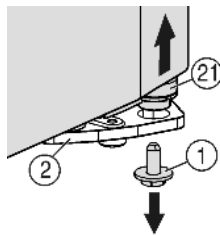
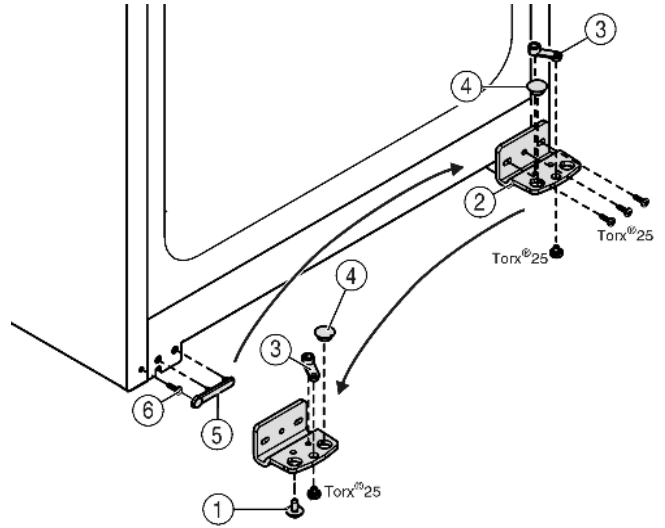

Fig. 5
Fig. 6
- ▶ Jobbra lent a csapágybakon lévő biztosítócsavart ( Fig. 5 (1)) tekerje ki.
- ▷ A tartócsap ( Fig. 5 (21)) kioldódik a csapágybakból ( Fig. 6 (2)).
- ▶ Ha a tartócsap Fig. 5 (21) nem oldódik ki, a csapszeget alulról nyomja ki.
- ▶ Csavarozza le a csapágybakot Fig. 6 (2).
- ▶ Csavarozza le a csapágyrészét Fig. 6 (3), helyezze át a csapágybak túldoldali felvevő furatába és csavarozza vissza.
- ▶ Vegye ki a csapágybakban lévő dugót Fig. 6 (4), és helyezze át a csapágybak szemközti oldalán lévő felvevőfuratba.
- ▶ Óvatosan emelje le a fogantyú felőli fedelet Fig. 6 (5).
- ▶ Tekerje ki a csavart Fig. 6 (6) és az ellenkező oldalon helyezze be.
- ▶ Helyezze vissza a fedelet Fig. 6 (5).
- ▶ Csavarozza vissza a csapágybakot Fig. 6 (2) a csuklópánt új oldalára **4 Nm-es nyomatékkal**, szükség esetén egy akkus csavarhúzóval.
- ▶ A biztosítócsavart Fig. 5 (1) lent csavarja be a tartócsapba és húzza meg (**4 Nm-es nyomatékkal**).